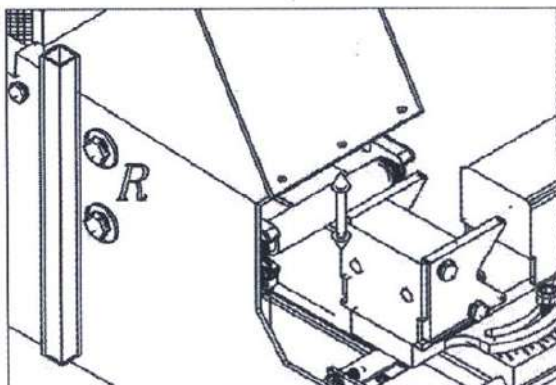

Рисунок 7
- b. Регулировка высоты шлифовального ролика: изготовитель должным образом отрегулировал высоту шлифовального ролика. Если ось отрезка трубы не совпадает с осью шлифовального ролика, высоту шлифовального ролика следует отрегулировать, отвинтив болты с шестигранной головкой и изменив высоту. Затем следует снова затянуть болты (см. Рис. 7).